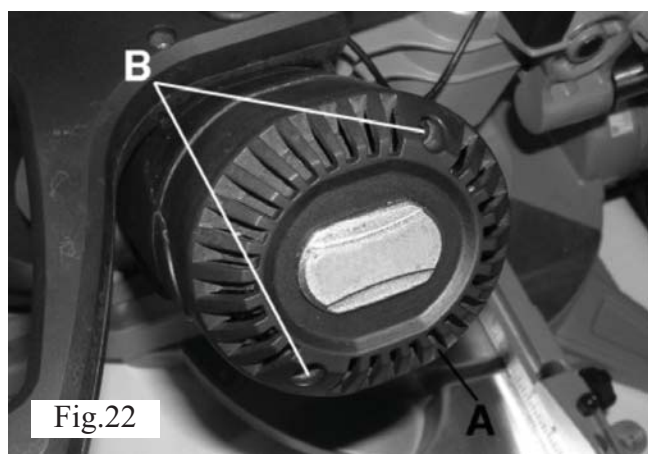

Fig.22
Fjern og kontroller kulbørsterne regelmæssigt (normalt efter 50 timers brug). Kulbørsterne sidder indvendigt i motorhuset. Brug en skruetrækker til at fjerne de to stjerneskrue (B) på fig. 22, som holder dækslet til